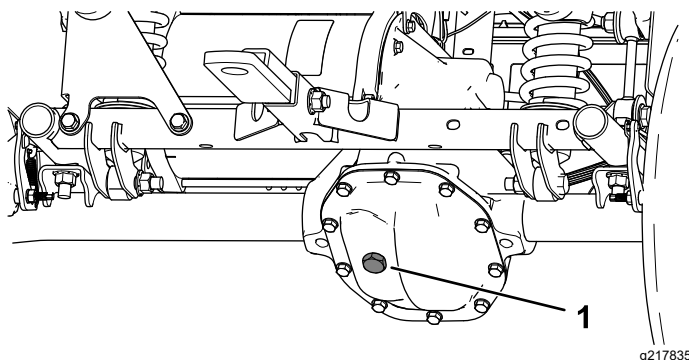

Figura 51
4. Togliete il tappo di riempimento sul transaxle (Figura 51).
5. Se il livello del fluido è basso, togliete il tappo di riempimento e aggiungete il fluido specificato finché non fuoriesce (Figura 51).
4. Togliete il tappo di riempimento sul transaxle e riempite il transaxle con il fluido indicato sinché non fuoriesce dal foro di riempimento (Figura 51).